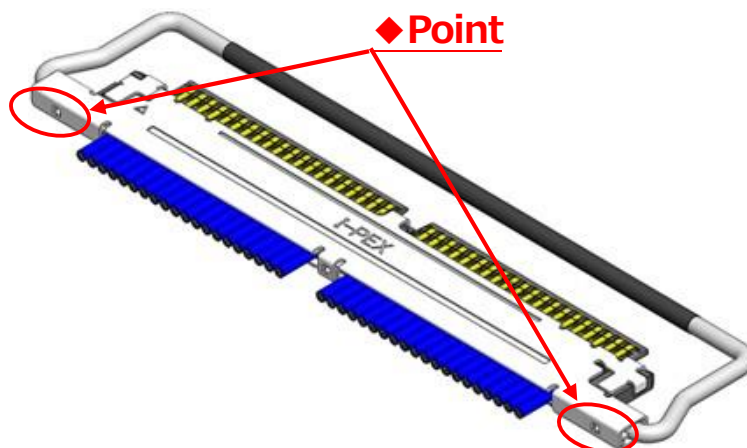

Fig.9 Shell-AとShell-Bの半田付け部
④ Shell-AとShell-Bを半田コテにて全箇所半田付けすることを推奨する。(Fig.9 ◆部)